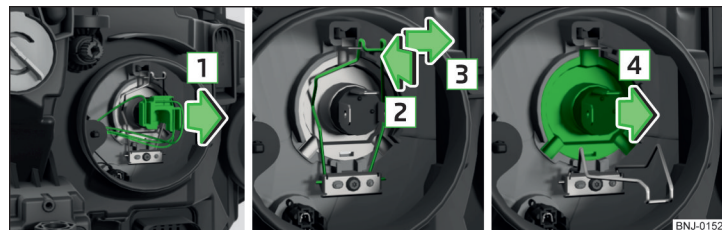

Bild 206 Byta glödlampa för halvljus och helljus
- › Tryck på kontaktens spär och ta ut kontakten i pilens riktning **1** » bild 206 genom att vicka på den.